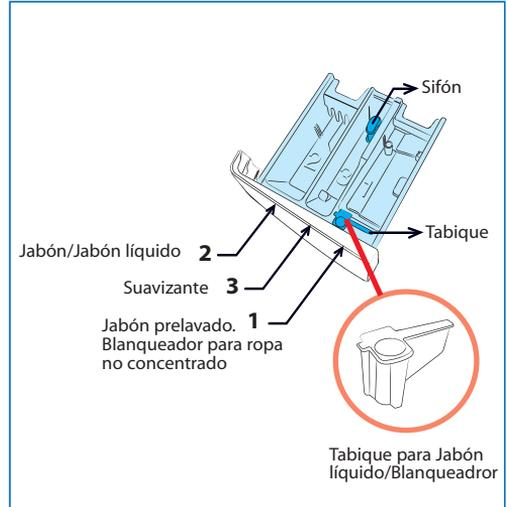

Figura 1
El compartimiento 1 se utiliza para el jabón en polvo del prelavado y mediante el uso del tabique Ver figura 1 sirve para jabón líquido del prelavado o blanqueador. Ver tabla de programas en la Guía de Uso Rápido.
- ▮ Tome el tabique ubicado en el alojamiento frontal del compartimiento 1 y colóquelo en la ranura ubicada al fondo del mismo compartimiento. *Ver figura 1 (pág. 8).*